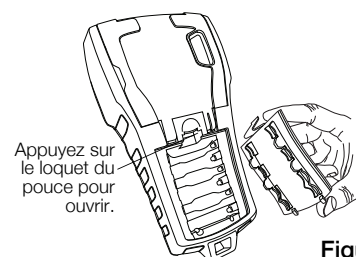

Figure 3
- 1 Appuyez sur le loquet situé à l'arrière du étiqueteuse pour retirer le couvercle du compartiment à piles. Voir la Figure 3.